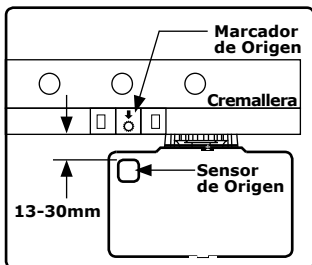

FIGURA 1
- Asegúrese de que el sensor esté tan cerca como sea posible para el imán de origen – idealmente que el espacio debe ser aproximadamente 13 mm. Refiérase a la Figura 1 en la página 2
- Acerque el imán al sensor de origen, Vea la figura 1 en página 2